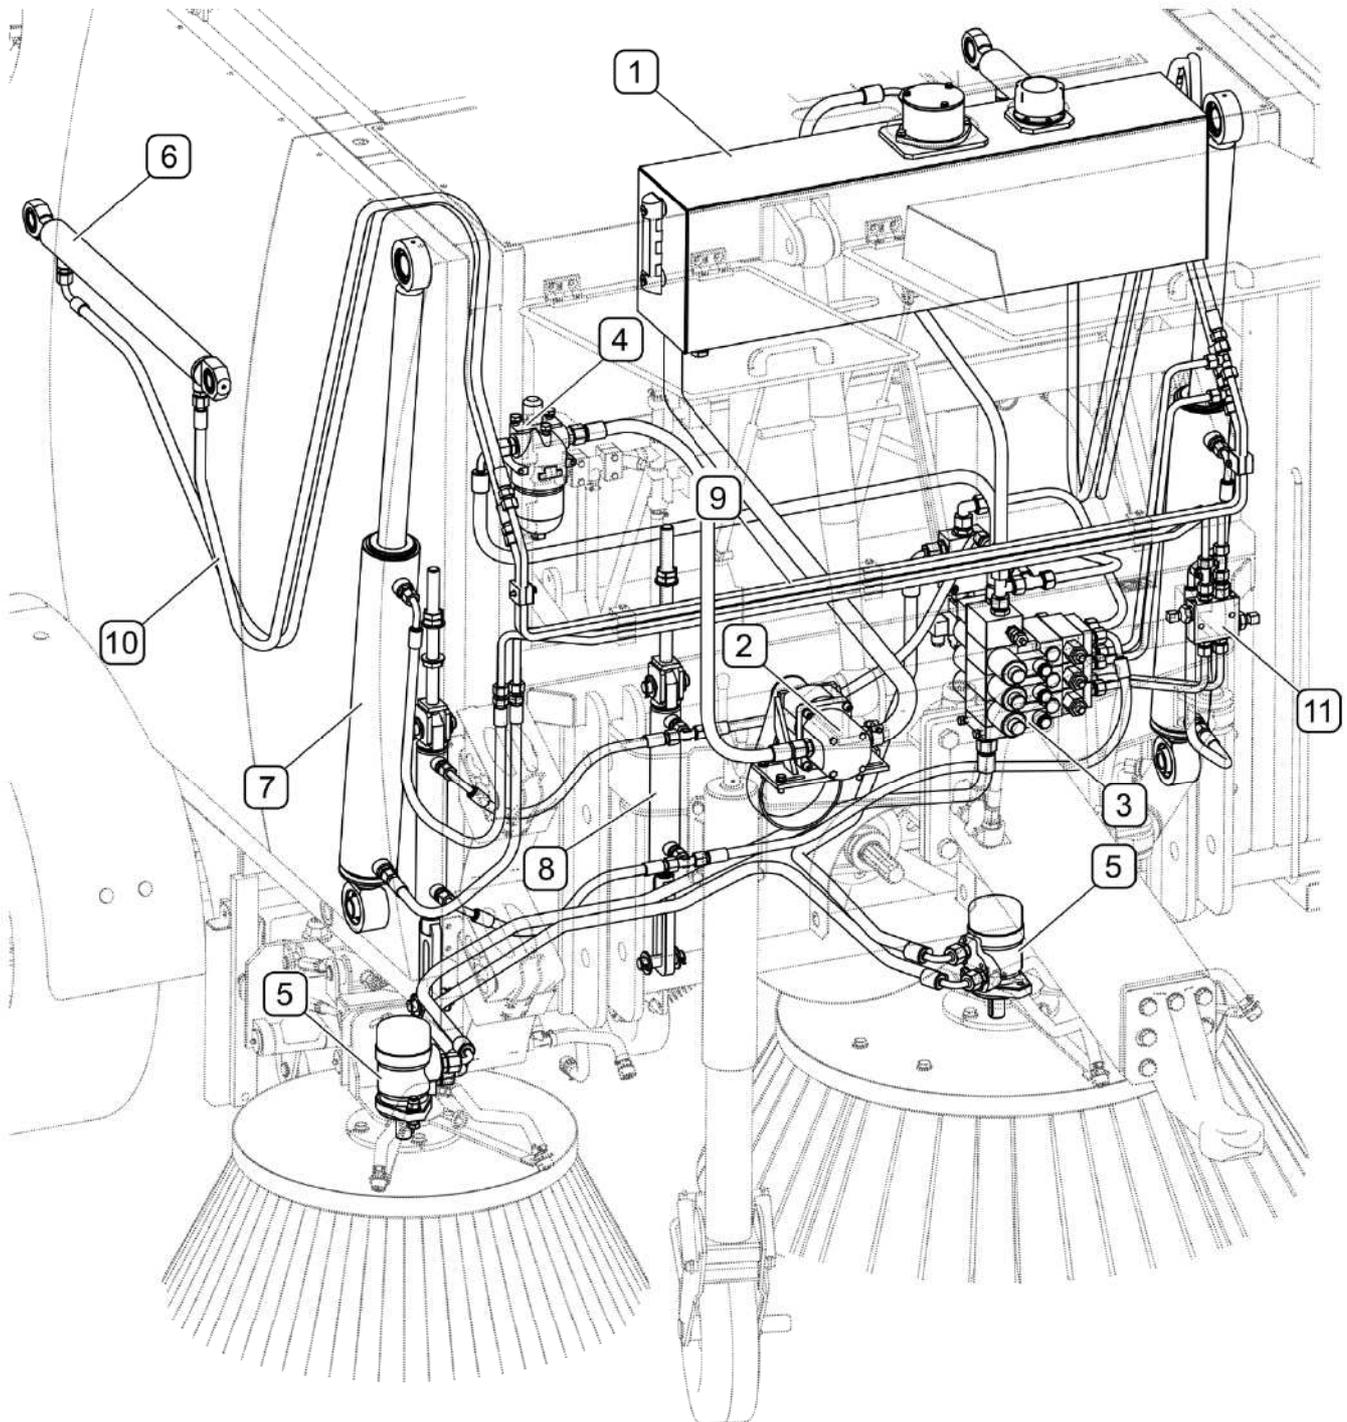

FIGURE 3.2 Construction de l'installation hydraulique
(1) - le bac à l'huile; (2) - la pompe de l'huile; (3) - le distributeur; (4) - le filtre à huile; (5) - le moteur hydraulique; (6) - le cylindre hydraulique d'ouverture du réservoir; (7) - le cylindre hydraulique de levage du réservoir; (8) - le cylindre hydraulique de levage des brosses; (9) - les conduits hydrauliques métalliques; (10) - les conduits hydrauliques en caoutchouc; (11) - la valve déversoir -croisé
La balayeuse PRONAR ZMC2.0 est équipée du circuit hydraulique fermé (FIGURE 3.2). Le bac à l'huile (1) est installé en avant dans la partie supérieure de la machine et est équipé d'un bouchon de remplissage avec le filtre, le filtre de retour et l'indicateur du niveau de l'huile avec un thermomètre. La pompe à l'huile (2) est entraînée par l'arbre de réception de la puissance (WOM) du tracteur par l'intermédiaire du circuit de réception de l'entraînement. La commande du circuit hydraulique se fait grâce à l'enclenchement des sections particulières du distributeur (3) depuis la cabine de l'opérateur. Les brosses sont entraînées par deux moteurs hydrauliques (5).